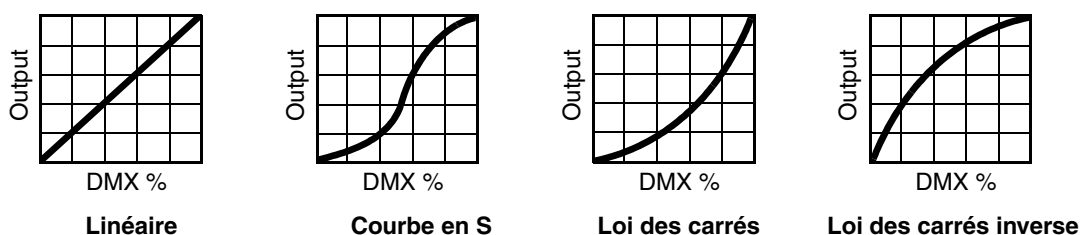

Figure 2: Courbes de gradation
- DIMMER CURVE** fournit 4 courbes de gradation (voir Figure 2):